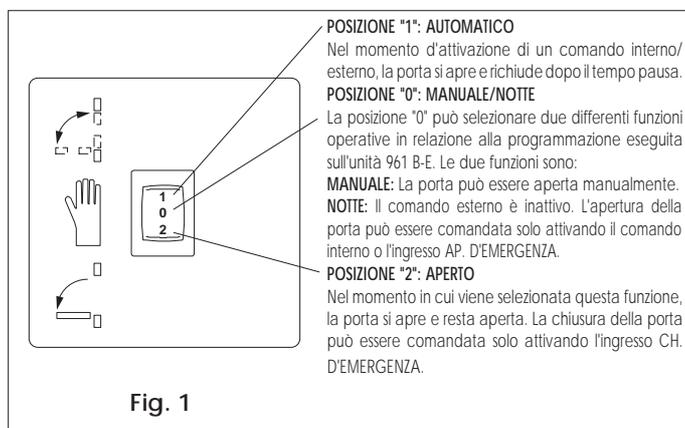
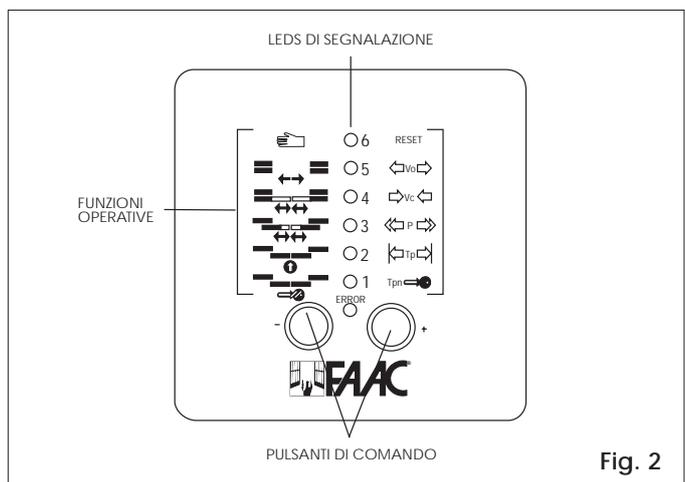

Fig. 1
Fig. 2
Sistema di trascinamento (fig.1-rif.7)
Molla di chiusura (fig.1-rif.10)
- 3) Mantenere ben fermo il braccio e togliere la vite di regolazione del carico molla (fig.1- rif. 5).
- 6) Apportare gli eventuali aggiustamenti e bloccare la vite di regolazione (fig.1-rif. 5) tramite Loctite.
L'automazione 961 B-E è dotata di un selettore che permette di scegliere la logica di funzionamento come indicato in fig. 1. Come accessorio è possibile installare in alternativa al selettore funzioni una unità di programmazione "CODIS" (fig.2). In questo caso le funzioni operative disponibili sono le seguenti:
- Premendo il pulsante -, portare la funzione operativa nella posizione desiderata (LED acceso a luce fissa), vedi fig.2.